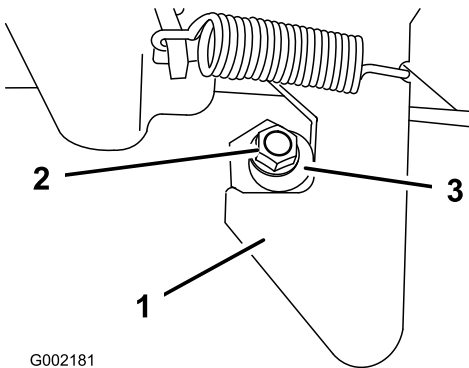

Bild 68
1. Lösen Sie die Sicherungsmutter am Ende der Riegelstrebe (**Bild 68**).
2. Drehen Sie die Riegelstrebe nach rechts, bis sie bündig mit dem Hakenteil des Riegels ist (**Bild 68**).